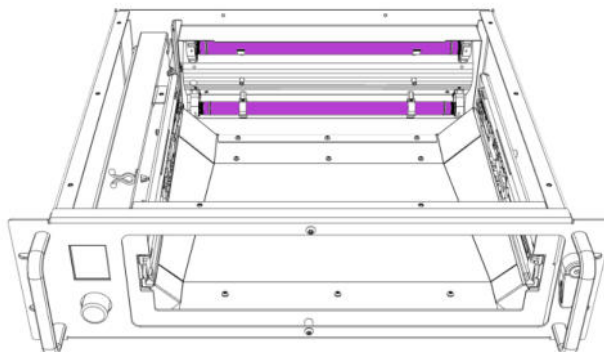

Fig. 16
2. Retire el panel de protección de la lámpara UV-C (Fig. 16)